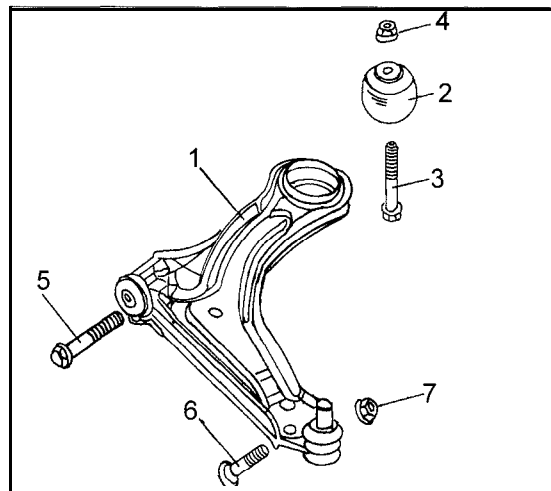

Bild 270
- Die Befestigungsweise der Querlenker ist in Bild 270 zu sehen. Der Querlenker ist nur noch an der Aussenseite mit dem Federbein verbunden. Eine Klemmschraube mit Mutter hält den Zapfen des unteren Kugelgelenks in der Unterseite des Achsschenkels. Die Bundmutter (7) ist selbstsichernd und muss nach Lösen immer erneuert werden.
Der Querlenker kann getrennt ausgebaut werden. Die Arbeiten können unter Bezug auf Bild 270 durchgeführt werden. Zum Ausbau den Querlenker an der Innenseite abschrauben und die Klemmschraubenverbindung zwischen Kugelgelenk und Querlenker an der Aussenseite lösen.